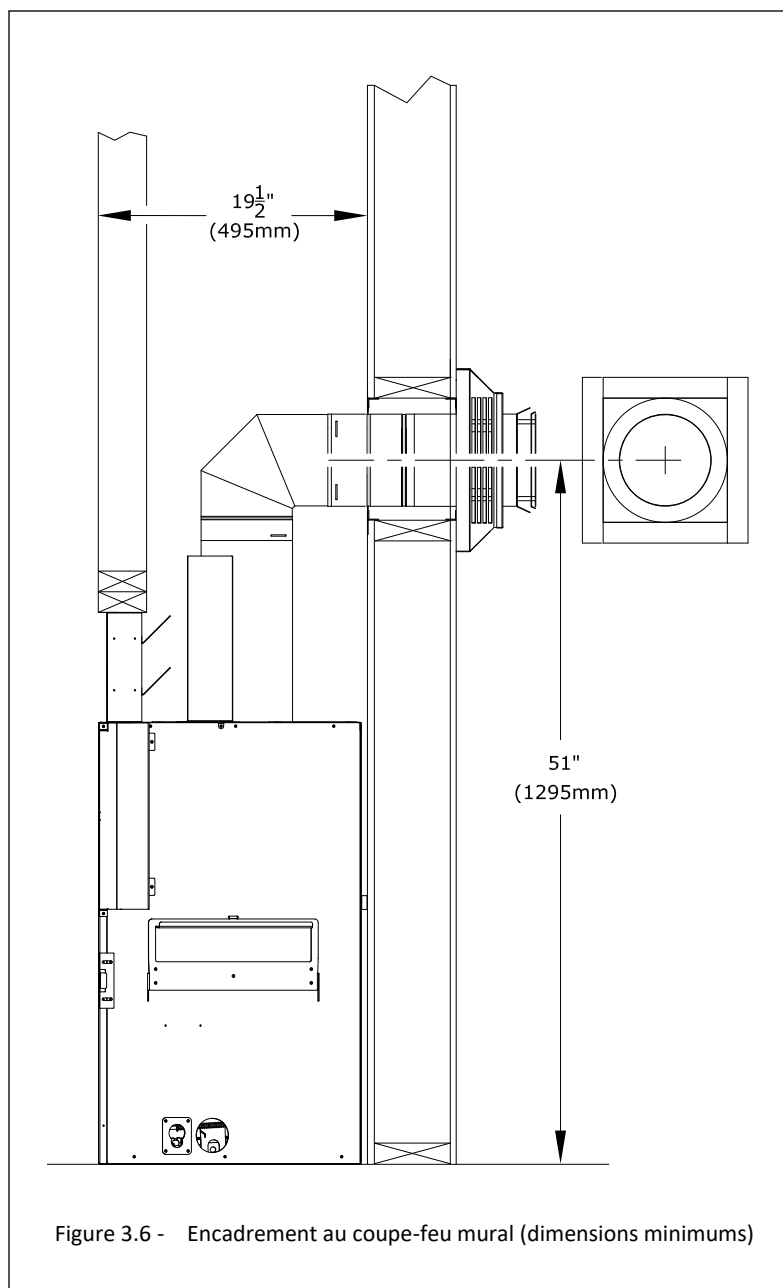

Figure 3.6 - Encadrement au coupe-feu mural (dimensions minimums)
Voir la FIGURE 3.6 ci-dessous pour les dimensions d'encadrement du conduit d'évacuation minimum à terminaison horizontale.
1. Mesurez la distance entre le plancher du foyer et le centre du point de traversée murale prévu du conduit d'évacuation. Les dimensions de la FIGURE 3.6 utilisent un coude Simpson DuraVent.